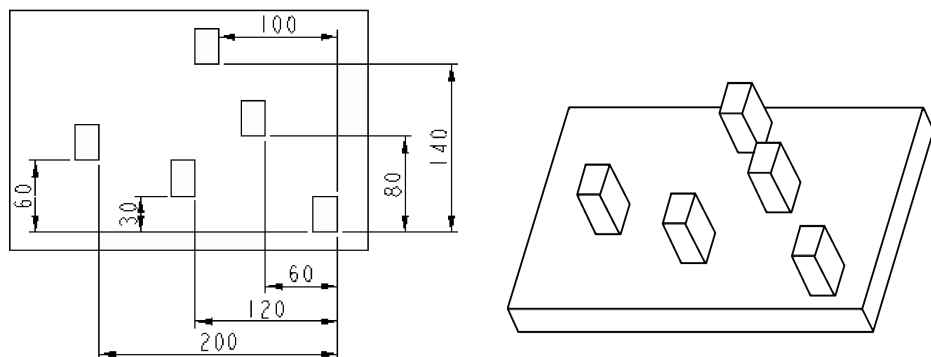
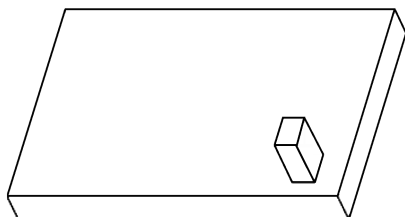
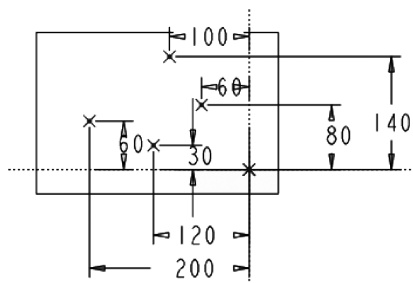

图 8-68 点阵列
图 8-69 给定的模型
图 8-70 草绘 4 个点
【例 8-9】 利用如图 8-69 所示的给定模型，使用点阵列生成如图 8-68 所示的模型。
- (1) 打开名为“liti8-9. prt”的文件，如图 8-69 所示。
- (2) 在图形区选取底板上的小长方体作为源特征。
- (3) 选择菜单栏中的【编辑】|【阵列】选项，弹出【阵列】操控板。在【阵列方式】下拉列表框中选择【点】选项，弹出【点阵列】操控板。
- (4) 此时对话框中的【使用草绘点】按钮处于按下状态，其后的【点】收集器处于激活状态，单击【参照】按钮，在弹出的【参照】下滑面板中弹出【定义】按钮，选项大长方体上顶面作为草绘平面，其余使用默认设置，进入草绘界面。
- (5) 单击【草绘器工具】工具栏中的【几何点】按钮定义草绘 4 个点，如图 8-70 所示。
- (6) 单击【草绘器工具】工具栏中的【完成】按钮，回到建模界面。
- (7) 在图形区单击鼠标中键，完成阵列特征，如图 8-68 所示。
- (8) 保存文件，关闭窗口，拭除不显示。